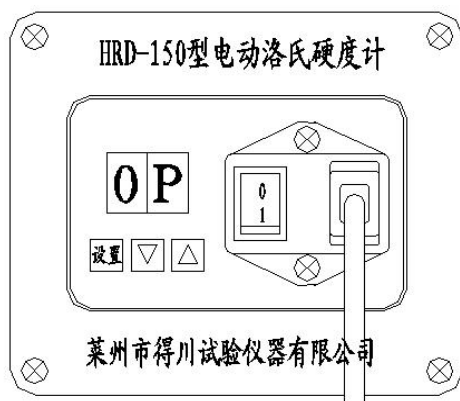

图 2、控制面板
4、保荷时间的设置见图 2。需要调整保荷时间时，按一下“设置”键，